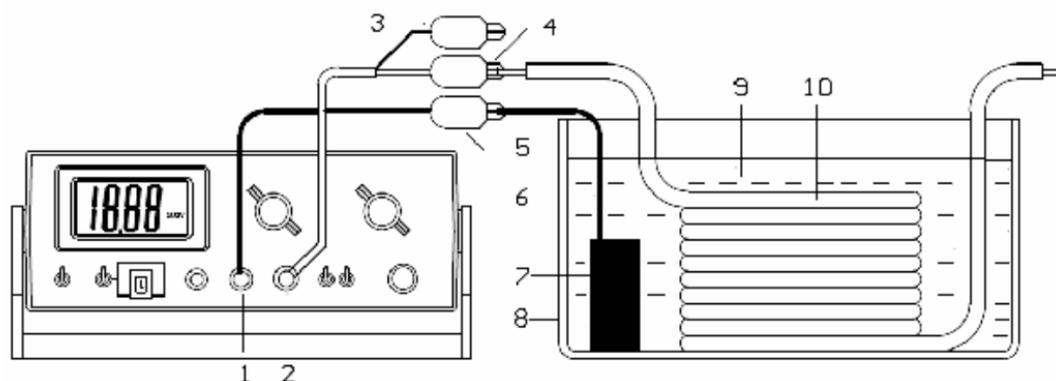

图 7 单芯电缆测量
4.1.1.2 单芯电线绝缘电阻测量：将被测电线放入恒温水箱中（电线两头放在水箱外），仪表高压输出端通过金属导体与水接通，测量输入端（红）与芯线相连，屏蔽端（黑）空置不用，见图 7。